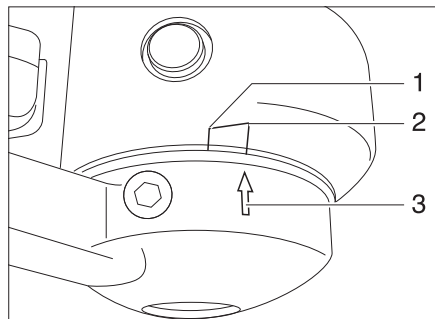

Fig. 169 Control de desgaste de forros de fricción
- Cuando la flecha de la arandela de presión (Fig. 169,3) se encuentra delante o en la superficie de marcación (Fig. 169,2) los forros de fricción están todavía nuevos.
- Cuando la flecha de la arandela de presión se encuentra dentro de la superficie de marcación (Fig. 169,1 a 2), los forros de fricción están ligeramente desgastados.
- Cuando la flecha de la arandela de presión se encuentra al final de la superficie de marcación (Fig. 169,1) a la sobrepasa, los forros de fricción están desgastados.